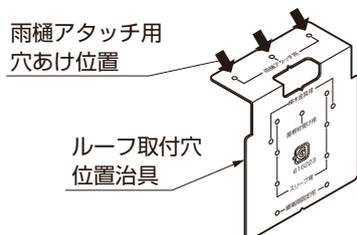

図11-43
- ①ルーフ取付位置治具を樋にあてて、ポンチ等でケガキ、ドリルで水抜き穴 $\phi 36$ と雨樋アタッチメント取付穴 $\phi 3.5$ をあけてください。（図11-43、11-44、11-45参照）